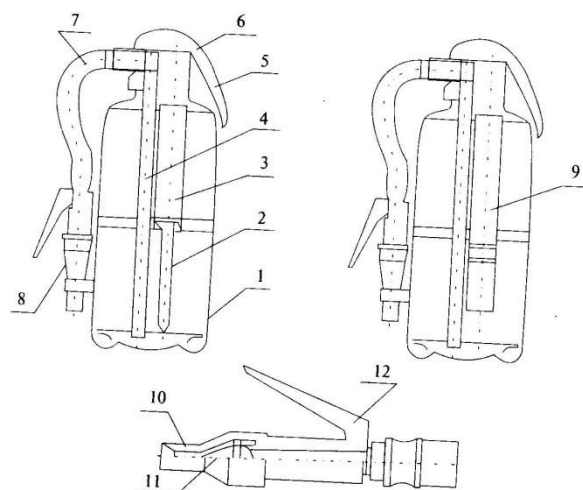

Рис. 2. Огнетушитель порошковый ОП-5.
Порошковый огнетушитель ОП-5 (рис. 2) состоит из корпуса (1), наполненного огнетушащим порошком. На горловине корпуса посредством накидной гайки закреплена головка (6) с бойком. На головку установлены: источник газа - ИХГ поз. 3 (или газогенератор ГГУ поз. 9), сифонная трубка (4), рукоятка запуска (5). Огнетушитель оснащен гибким рукавом (7), пистолетом-распылителем (8), который состоит из ручки (12) с подвижным подпружиненным штуцером, рассекающего (11) и сопла (10).